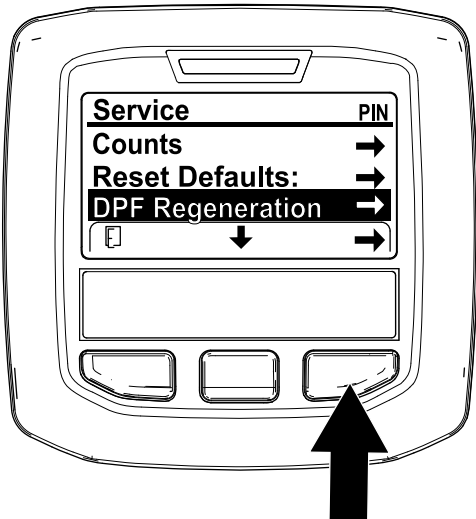

Figure 41
1. Dans le menu Entretien, utilisez le bouton central pour naviguer jusqu'à l'option DPF REGENERATION (régénération du FAP) (Figure 41).
2. Appuyez sur le bouton droit pour sélectionner l'option DPF Regeneration (Figure 41).